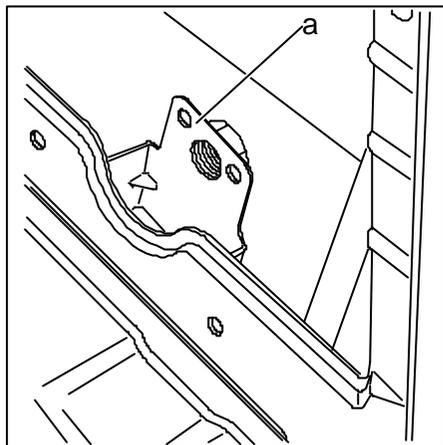

Fig. 1
- ✧ *Supprimer ou couper les supports des enrouleurs de ceintures avant (Rep. a, Fig. 1).*